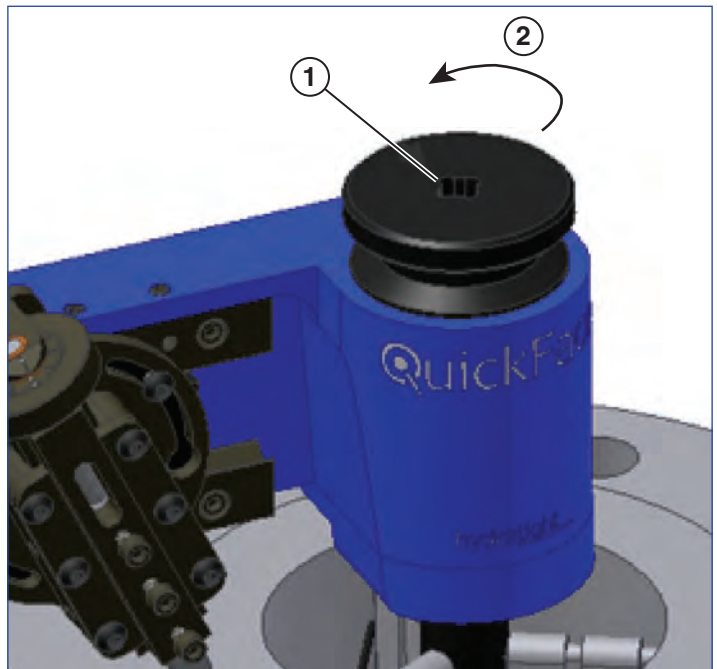

Figure 15
- Si la surface est conforme aux résultats escomptés, enlever la machine en tournant la poignée de blocage du mandrin dans le sens anti-horaire (voir figure 15). Si la surface doit être à nouveau coupée, répéter les étapes 4 à 11 jusqu'à obtenir le résultat prévu.